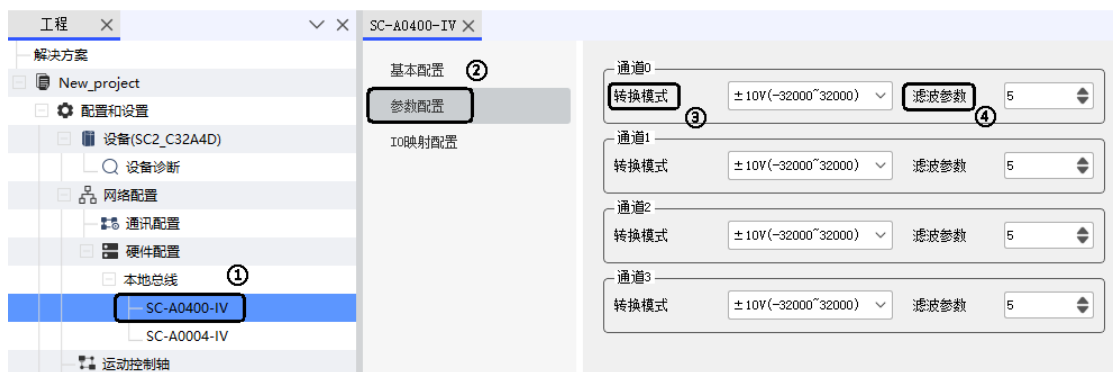

图 6.12 模拟量输入模块参数配置
- ① 设置 SC-A0400-IV 模拟量输入模块的参数，左键双击设备树下“SC-A0400-IV”进入设置页面。
- ② 左键单击“参数配置”，进入模块参数配置界面，如图 6.12 所示。
- ③ 选择所需要的量程，本例程选择“-10V~10V”量程，如图 6.12 所示。
- ④ 通道滤波参数设置，根据实际需要选择滤波参数，如图 6.12 所示。